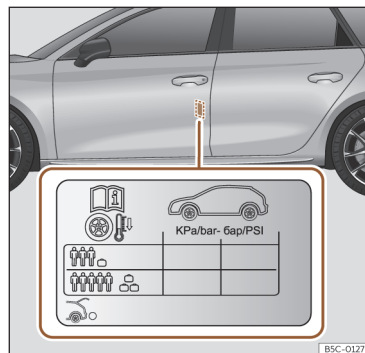

Fig. 241 Localização do autocolante da pressão de ar dos pneus.
- Adapte a pressão dos pneus à carga transportada pelo veículo >>> **Fig. 241.**
Os valores da pressão de enchimento indicam-se na etiqueta autocolante situada na zona posterior da moldura da porta dianteira esquerda >>> **Fig. 241.**
A pressão dos pneus tem de ser ajustada à carga momentânea do veículo. Se pretender utilizar o veículo com a carga máxima, terá de aumentar a pressão dos pneus para o valor máximo indicado na etiqueta >>> **Fig. 241.**
No caso de uma roda de emergência mais estreita (125/70 R16 ou 125/70 R18), encher a 4,2 bar de pressão segundo indicado na etiqueta de pressão dos pneus >>> **Fig. 241.**
- O condutor é responsável por garantir que todos os pneus do veículo estejam cheios com a pressão correta. A pressão de ar recomendada é indicada num autocolante >>> **Fig. 241.**
- Com os pneus a frio, deverá manter-se sempre a pressão indicada no autocolante >>> Fig. 241.